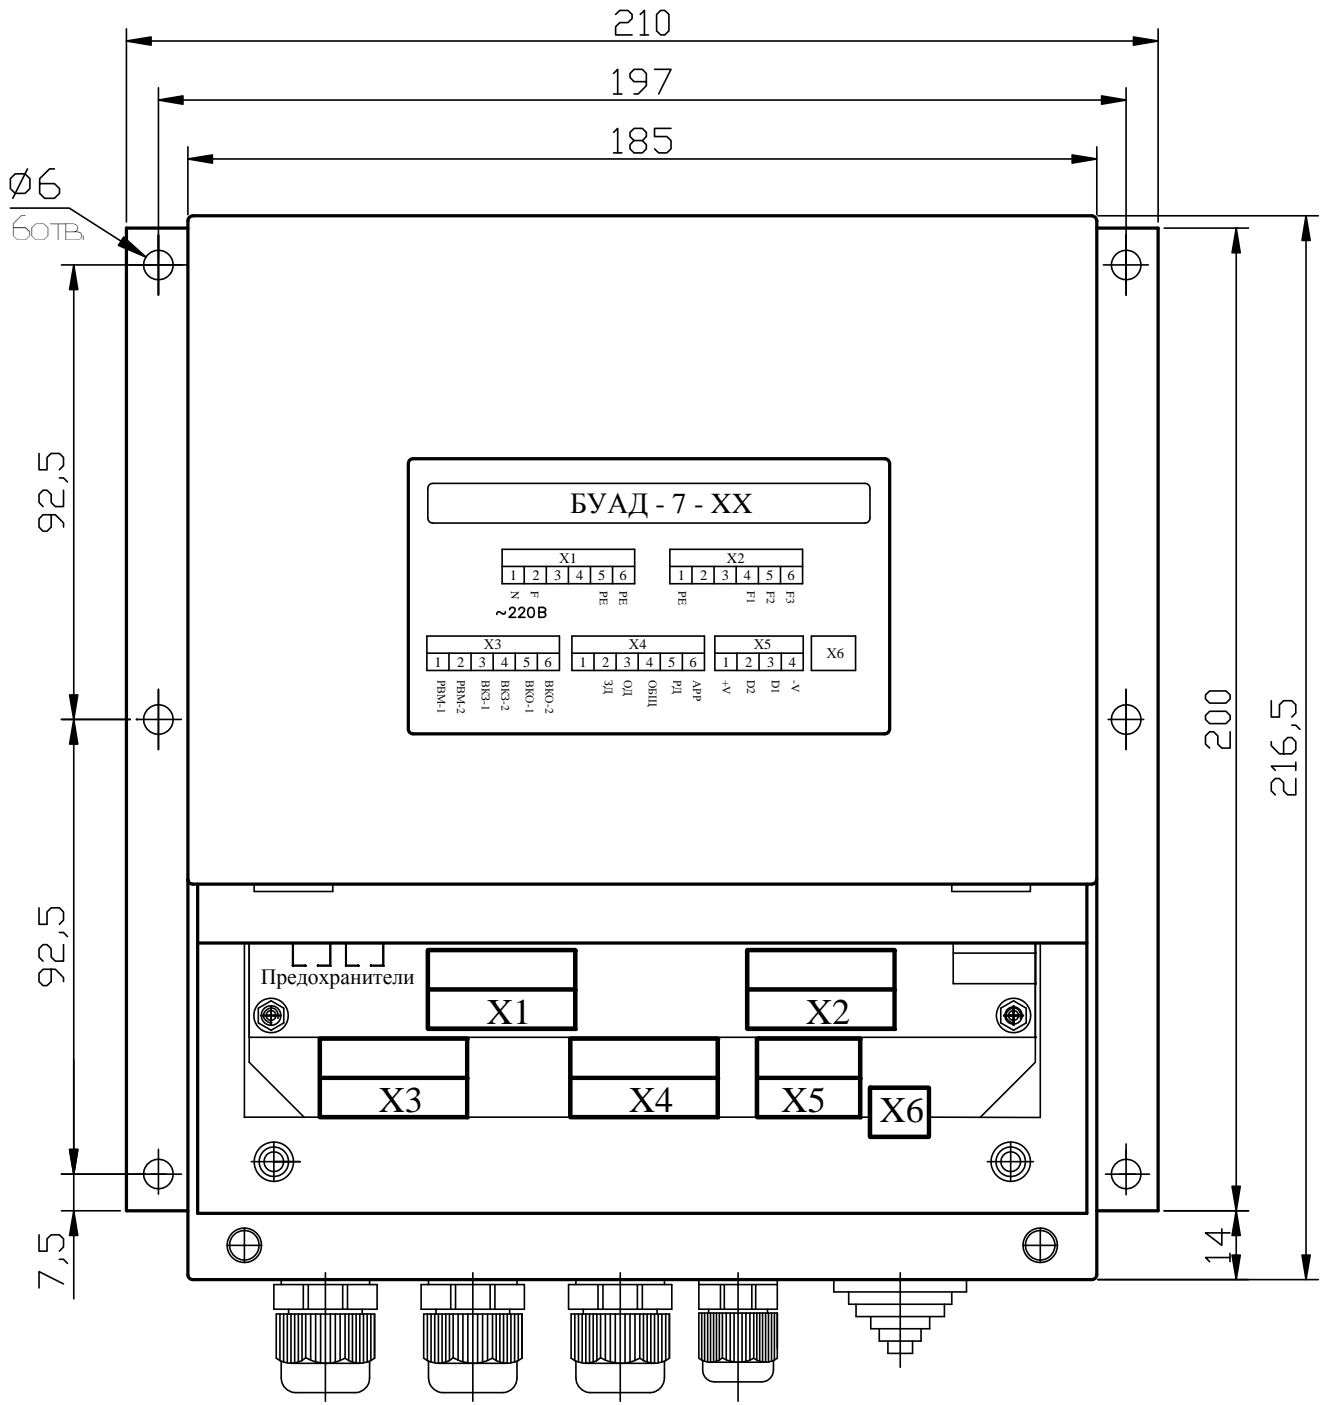
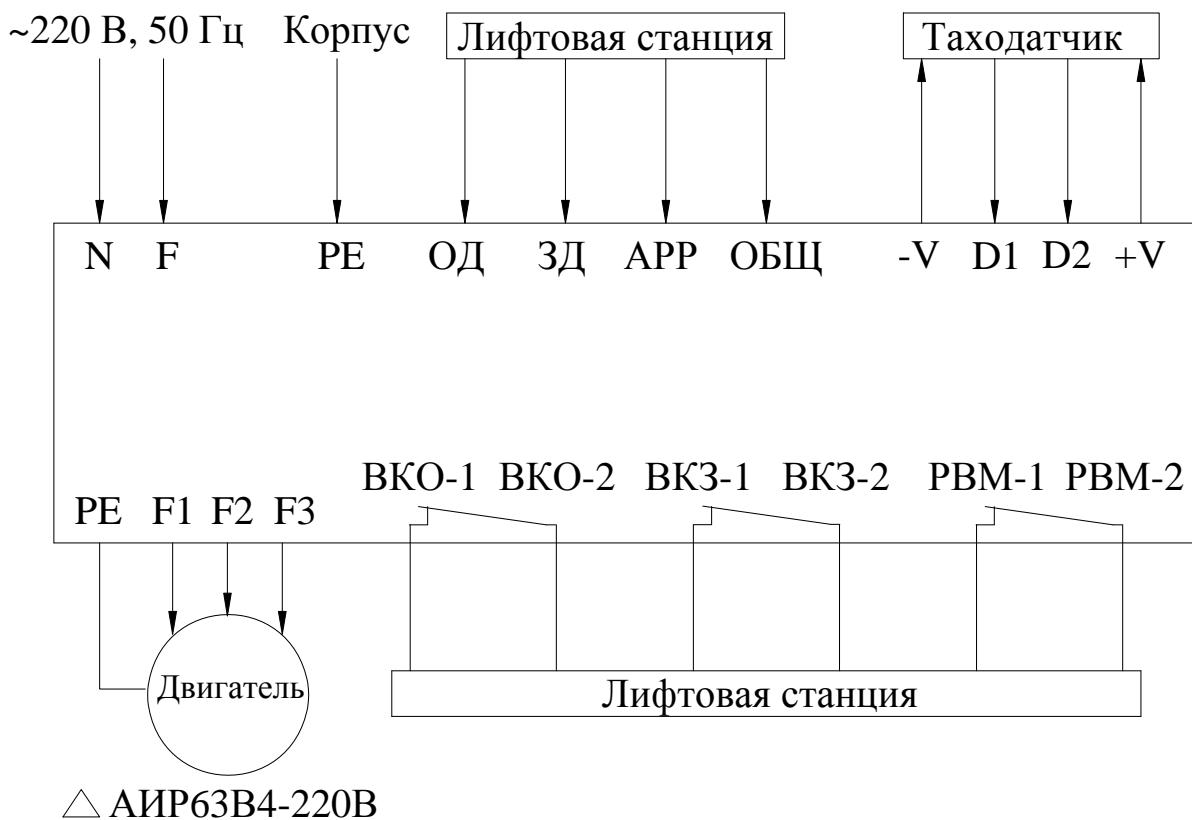
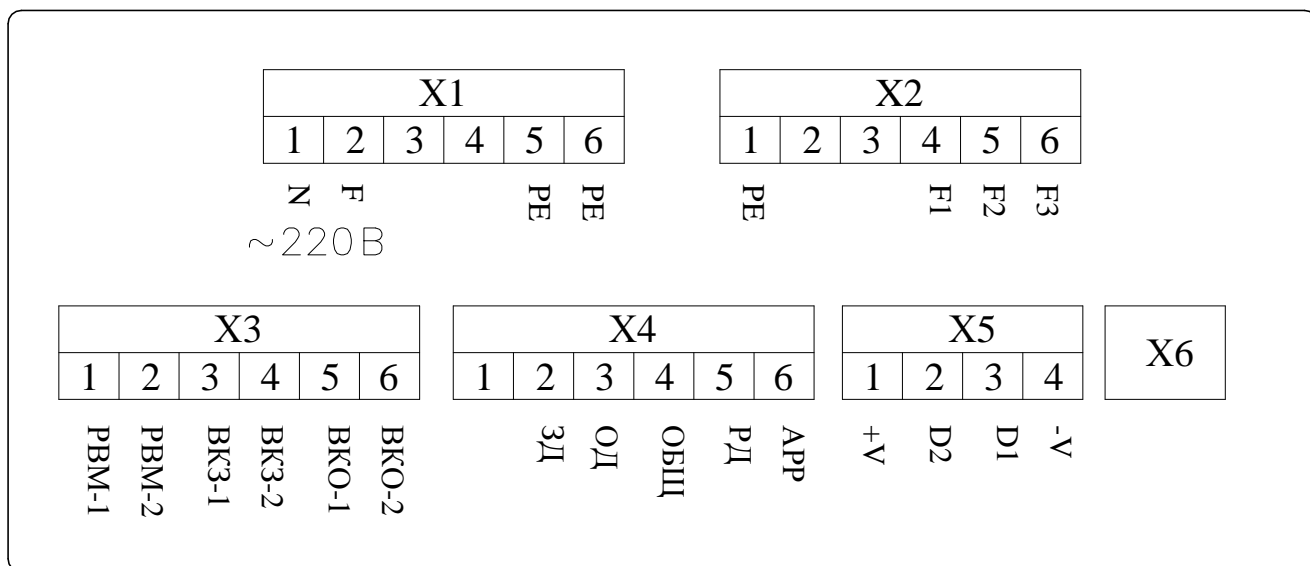

Рис.1. Габаритно-присоединительные размеры Устройства.
Рис.2. Блок-схема подключения внешних контактов БУАД-7-31.
Рис. 3. Схема подключения внешних контактов БУАД-7-31.
Габаритно-присоединительные размеры *Устройства* приведены на **рис.1**.
3.4.1. На **рис.2** показана блок-схема подключения внешних контактов *Устройства*. На **рис.3** показаны и подписаны отдельные контакты каждого из разъемов *Устройства*.
3.4.4. Внешние контакты для лифтовых станций (см. рис. 2, 3):
Узел подключения внешних коммуникаций состоит из набора кабельных выводов (**рис.1**), разъемов для подсоединения шин сетевого питания, цепей выходных напряжений для электродвигателя, цепей управления работой устройства, цепей подключения таходатчика (**рис.2, 3**), заглушки для разъема подключения устройства настройки УСНА, а также крышки, закрывающей разъемы *Устройства*.